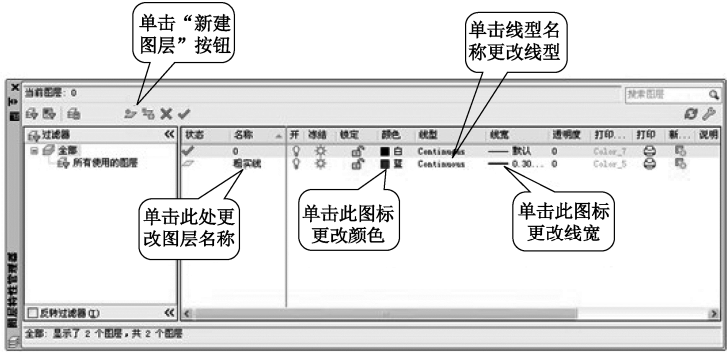

图 1-32 新建“粗实线”图层
- (1) 在功能区“默认”选项卡中的“图层”面板上单击“图层特性”按钮，弹出“图层特性管理器”对话框，如图 1-32 所示。
- (2) 单击“新建图层”按钮，在图层列表中出现一个名为“图层 1”的新图层，单击该图层名，在“名称”文本框中输入“粗实线”，按 Enter 键即可新建“粗实线”图层，如图 1-32 所示。